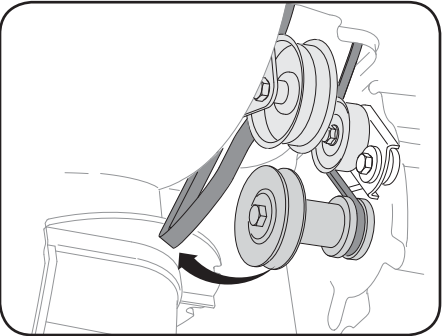

Figure 4-16
3. Dégagez la courroie de la tarière de la poulie motrice. Voir la Figure 4-16.